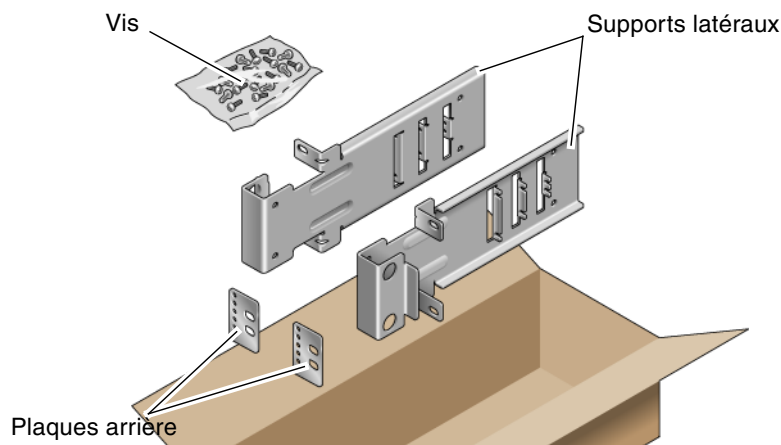

FIGURE 4-8 Contenu du kit de montage fixe pour rack de 19 pouces à 2 montants
1. Retirez les supports latéraux du kit de montage en rack (FIGURE 4-8).
5. (En option) Si votre environnement est soumis à des vibrations particulièrement fortes, utilisez les plaques arrière pour fixer le serveur au rack (FIGURE 4-8).